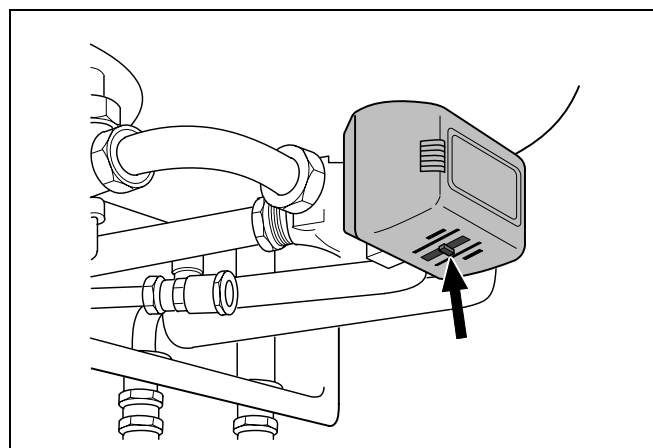

Fig. 14 Întrerupător mecanic la robinetul cu 3 căi
- Întrerupătorul mecanic de la robinetul cu 3 căi se pune în poziția centrală (fig. 14).